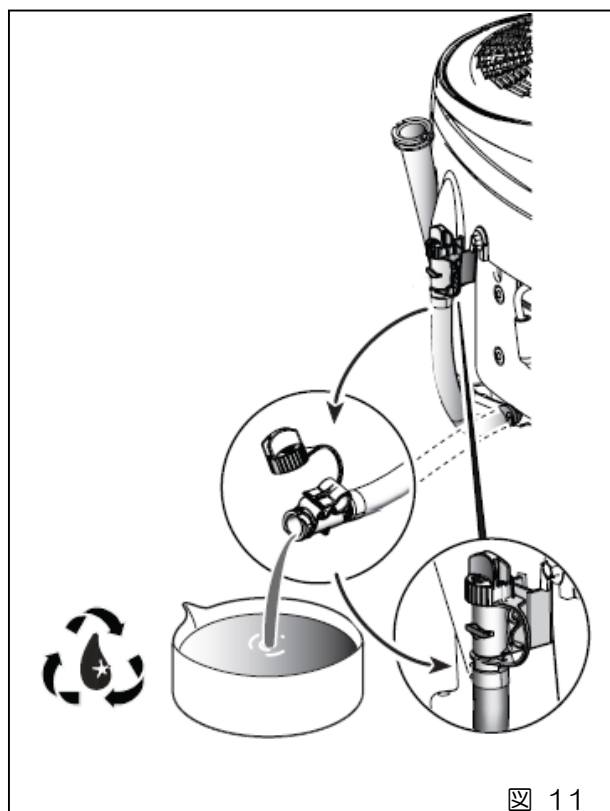

図 11
5. オイルドレンホースを外します。(図 11 参照) 注意しながらキャップを外して、ホースを下げ、ドレンパンに流します。